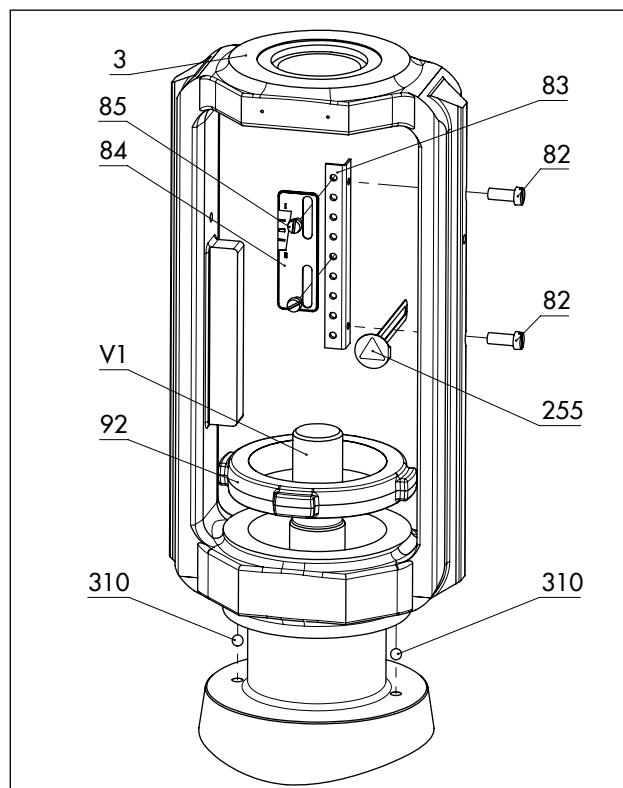
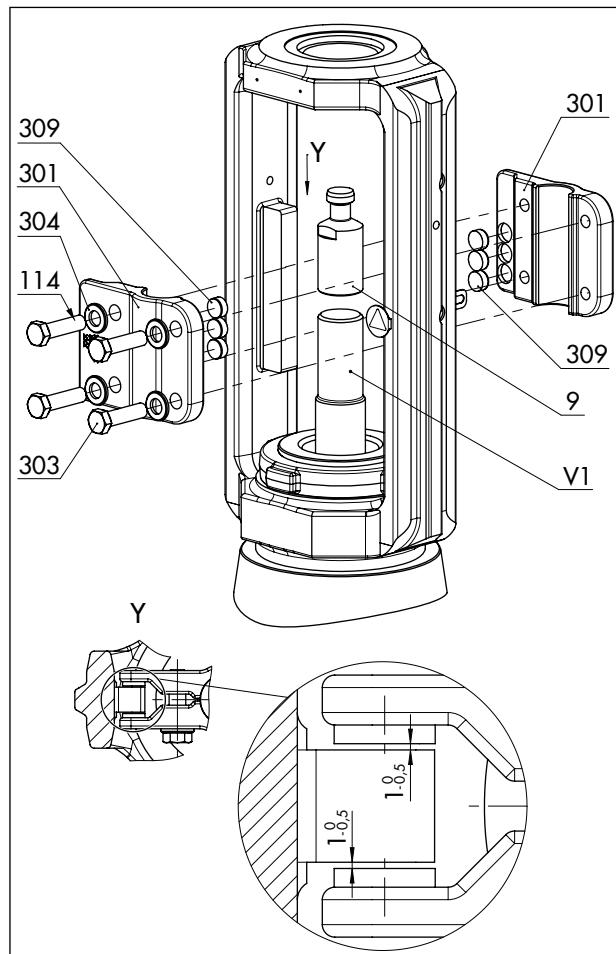

Рис. 20: Обзор монтажа узла «Рама с индикатором хода» в стандартном исполнении
Рис. 21: Обзор монтажа узла «Устройство защиты от проворачивания» в стандартном исполнении
См. Рис. 20 и Рис. 21
- Между скользящими шайбами и их опорными поверхностями на раме имеется номинальный зазор от 0,5 до 1 мм с каждой стороны (см. деталь Y на Рис. 21).